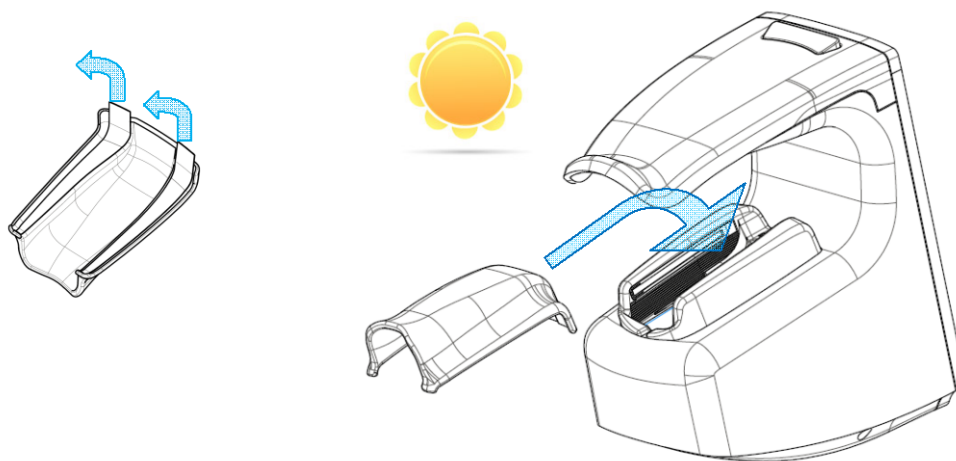

Figure 12 : Assemblage de l'accessoire de protection
13. En fonction de l'environnement lumineux, il peut être nécessaire d'ajouter l'accessoire de protection (repère 7 de la Figure 12) sur le terminal comme indiqué sur la Figure 12. Après avoir retiré le papier de protection de l'adhésif, adhérer l'accessoire sur les murs latéraux du capteur biométrique.
12. En fonction de l'environnement lumineux, il peut être nécessaire d'ajouter l'accessoire de protection (repère 7 sur Figure 12). Après avoir retiré le papier de protection de l'adhésif, adhérer l'accessoire sur les murs latéraux du capteur biométrique.